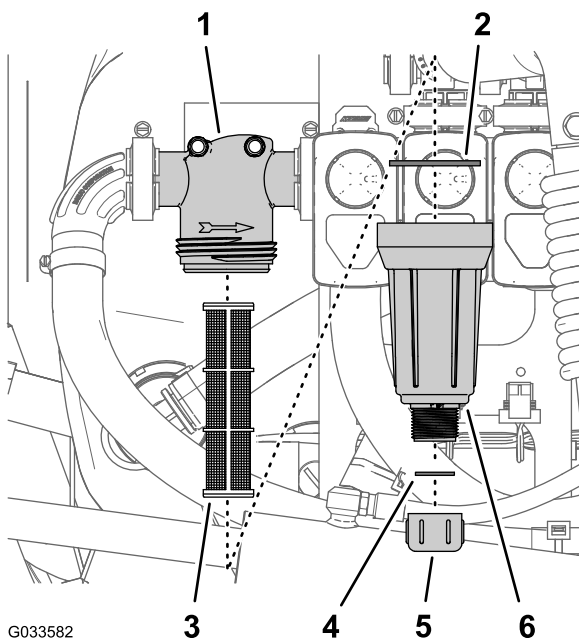

図 80
2. 圧力フィルタの下に受け容器をおく 図 80。
3. 圧力フィルタのボウルについているドレンキャップを左に回して外す 図 80。
4. ボウルを左に回してフィルタヘッドを外す 図 80。
5. 圧力フィルタELEMENTを外す 図 80。
7. ドレンプラグのガasketボウルの内側とボウルのガasketフィルタヘッドの内側に傷や破損がないか点検する 図 80。
8. 圧力フィルタELEMENTをフィルタヘッドに取り付ける 図 80。
9. フィルタヘッドにボウルを取り付けて手締めする 図 80。
10. ボウルの底部のフィッティングにドレンキャップを取り付けてキャップを手締めする 図 80。